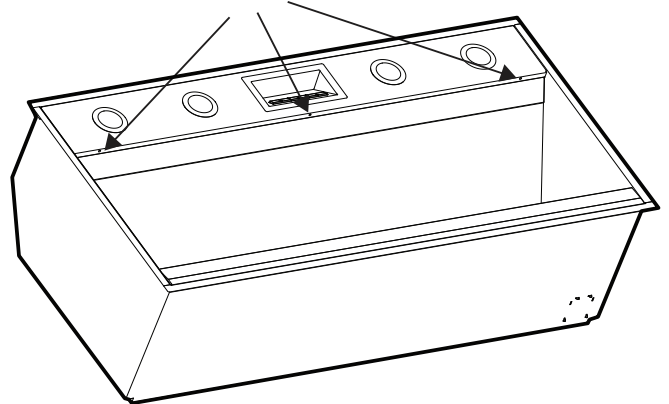
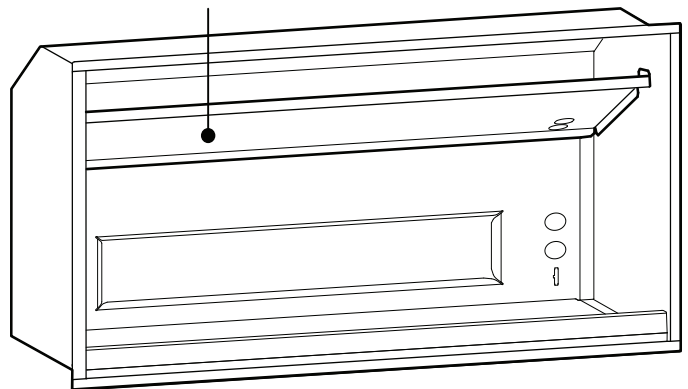

Figure 15 : Retrait du panneau en acier inoxydable
Figure 16 : Retrait de la pièce principale du bâti
6. Réinstallez les différentes pièces de la hotte de la Figure 15 et Figure 16.